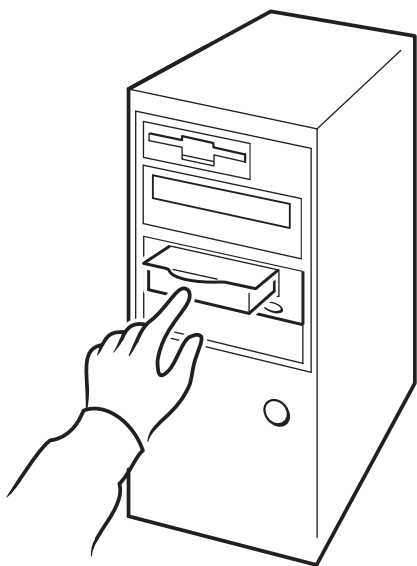

図 13a: HP OBDR、ステップ 1
- 1 最新のブート可能カートリッジをテープ・ドライブに挿入します (図 13a を参照)。カートリッジには、CD-ROM フォーマットでテープにデータを書込むバックアップ・アプリケーションを使用する必要があります。